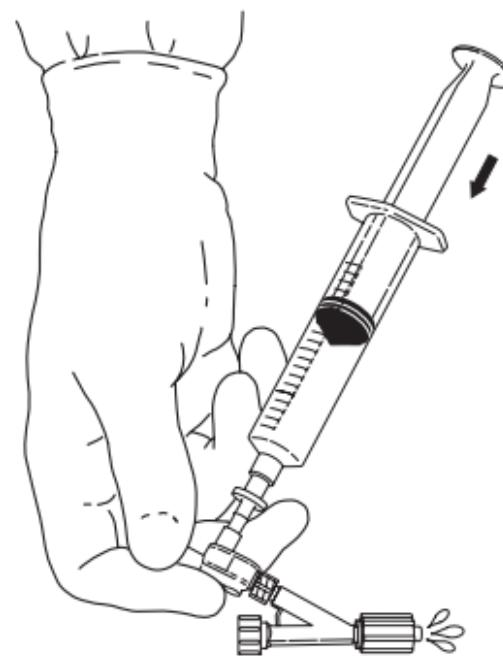

Fig. 3
5. Tøm den resterende luft ud ved at anbringe tommelfingeren over injektionsporten. Skyl langsomt de resterende luftbobler ud af dobbeltcheckventilen og Tuohy-Borst adapteren. (**Fig. 3**)